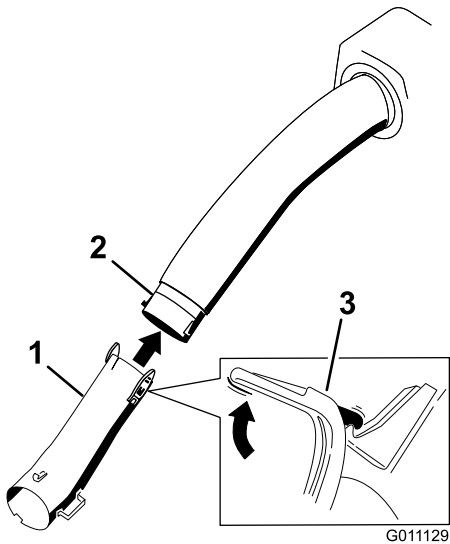

Figure 20
2. Montez le tube inférieur dans le tube central avec un chevauchement de 63,5 mm (Figure 20).
13. Retirez les fixations et le tube central du tube inférieur (Figure 20).
15. Fixez le tube inférieur dans le tube central avec 3 boulons (10 x 3/4 po), 3 rondelles plates (7/32 po) et 3 contre-écrous (10) (Figure 20).